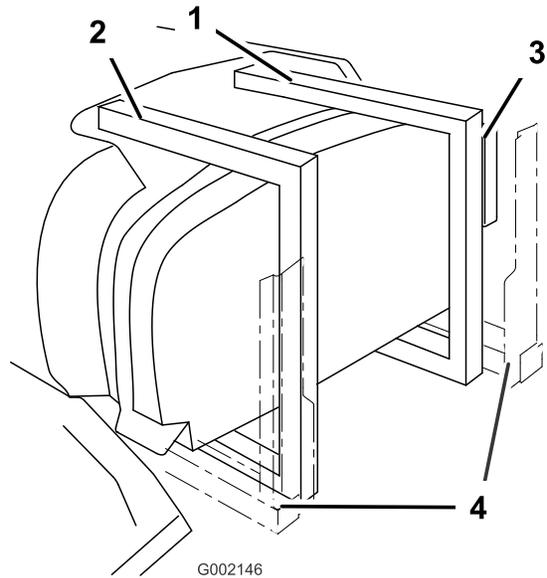

Figura 4
4. O suporte deve envolver a extremidade traseira do depósito (Figura 4).